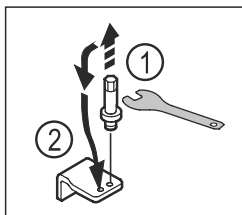

Fig. 21
- ▶ Csavarja ki az alsó csapágybak csapját 5-ös kulcsnyílású dugókulccsal. Fig. 21 (1)
- ▶ Helyezze fel a csapot a másik oldalon. Fig. 21 (2)